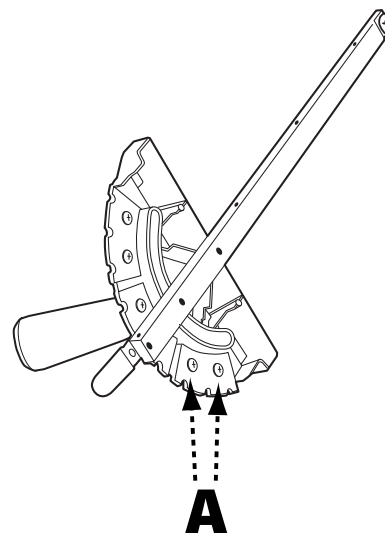

FIGURE 38
2. Desserrez les deux vis pour le segment de butée d'onglet pour le nouvel angle désiré. (A) est représenté dans la Figure 38.